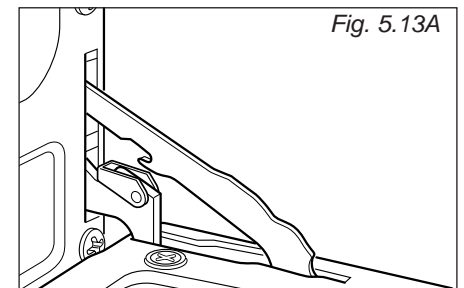

Fig. 5.13A
- Abra la puerta completamente (fig. 5.13A).